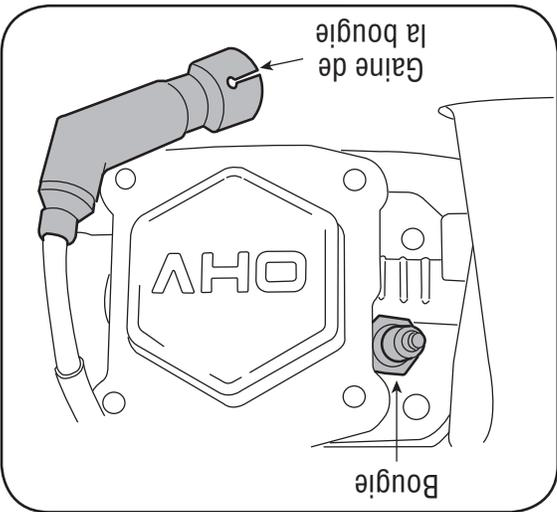

Figure 4-3
1. Dégagez la gaine de la bougie et utilisez une clé à l'écartement de la bougie correct et la bougie ne doit pas être encrassée. Voir la Figure 4-3.